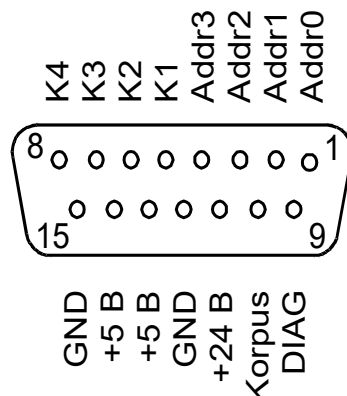

Рисунок 48
11.1.5.2 Напряжения питания 24В и 5В поступают от системного блока через разъём X1 (см. Рис. 48).